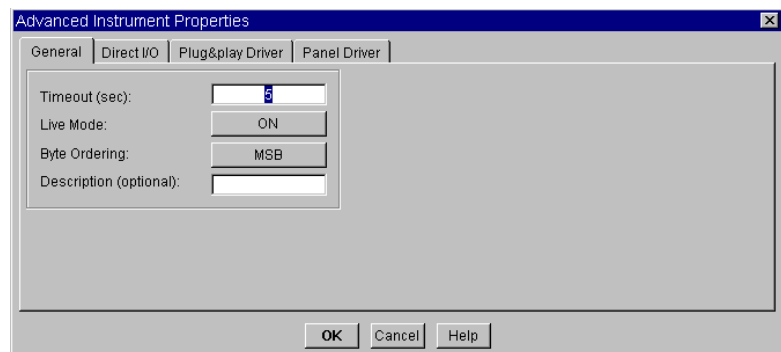

図 3-8. [Advanced Instrument Properties] ダイアログ・ボックス
3. [Name] を [scope] に変更し、ほかの項目はデフォルト値のままにして、[Advanced] をクリックします。[Advanced Instrument Properties] ダイアログ・ボックスが図 3-8 のように表示されます。